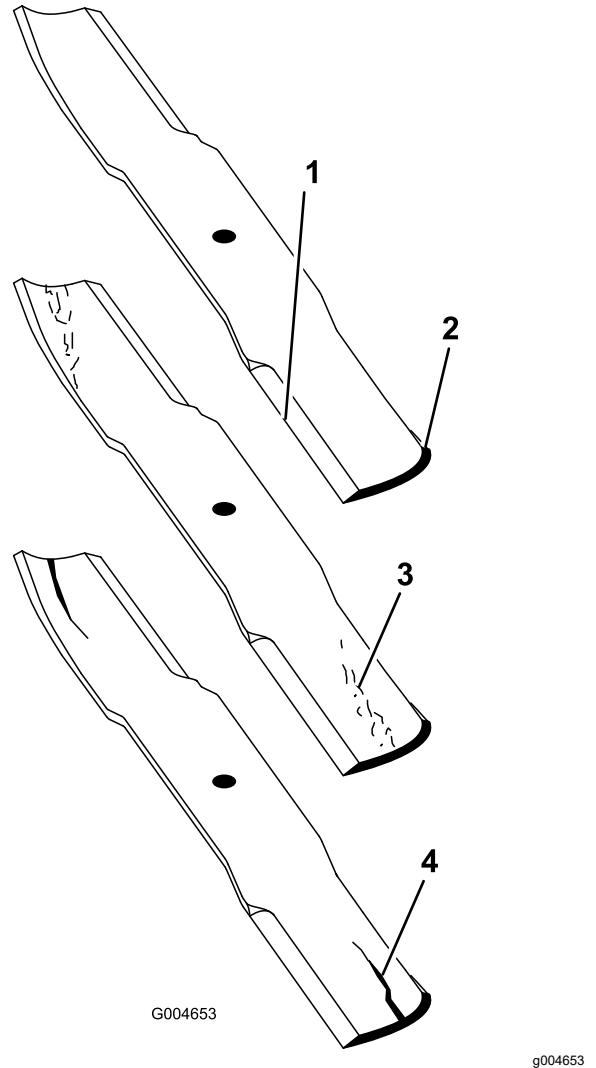

Bild 91
2. Prüfen Sie die Schnittkanten des Messers sorgfältig, insbesondere dort, wo die geraden Flächen die gebogenen berühren (Bild 91).
Hinweis: Da Sand und anderes reibendes Material das Metall abschleifen kann, das die flachen mit den gebogenen Teilen verbindet, müssen Sie das Messer vor jedem Einsatz des Rasenmähers prüfen. Wenn das Messer verschlissen ist (Bild 91), ersetzen Sie es.